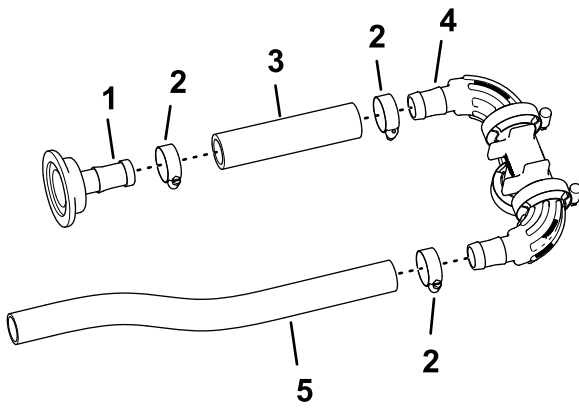

Figura 88
1. Conecte la manguera (1" x 5 3/4") en el acoplamiento dentado recto (1" x 2") con una abrazadera (3/4" a 1 1/2"), y apriete la abrazadera a mano (Figura 88).
- Conecte el otro extremo de la manguera (1" x 5¾") en el acoplamiento dentado del distribuidor con una abrazadera, según se muestra en Figura 88, y apriete la abrazadera a mano.
- Conecte la manguera (1" x 16") al otro acoplamiento dentado del distribuidor con una abrazadera, y apriete la abrazadera a mano (Figura 88).